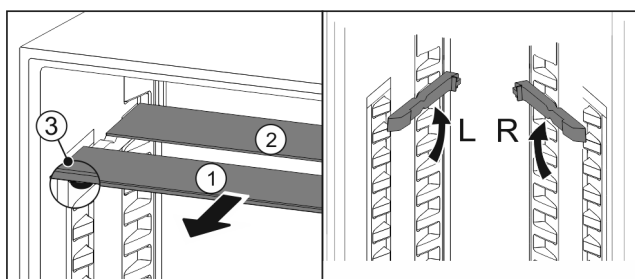

Fig. 94
- Skleněné desky jednotlivě vytáhněte dopředu Fig. 94 (1).
- ▷ Skleněná deska Fig. 94 (1) s ozdobnou lištou leží vpředu.
- ▷ Zarážky Fig. 94 (3) směřují dolů.